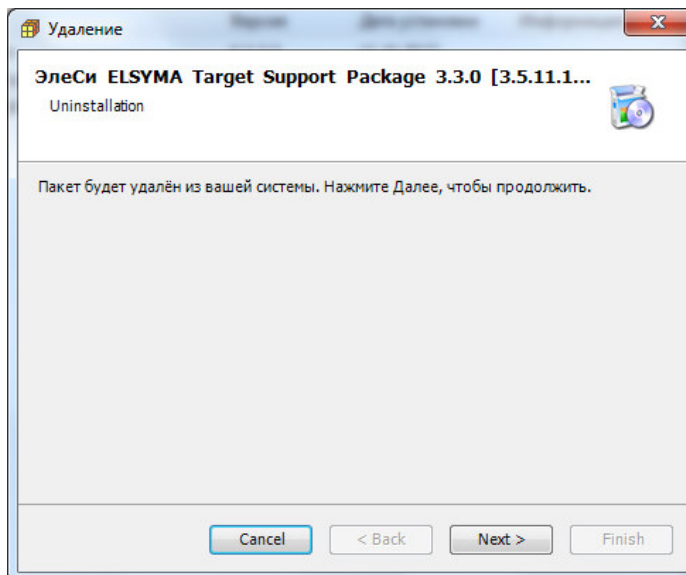

Рисунок 2.5 – Система разработки *CoDeSys*. Окно **Удаление**
3) В появившемся окне **Удаление** нажать кнопку «Next>» (рисунок 2.5), затем следовать указаниям системы (далее рекомендуется выбрать вариант типичной установки).